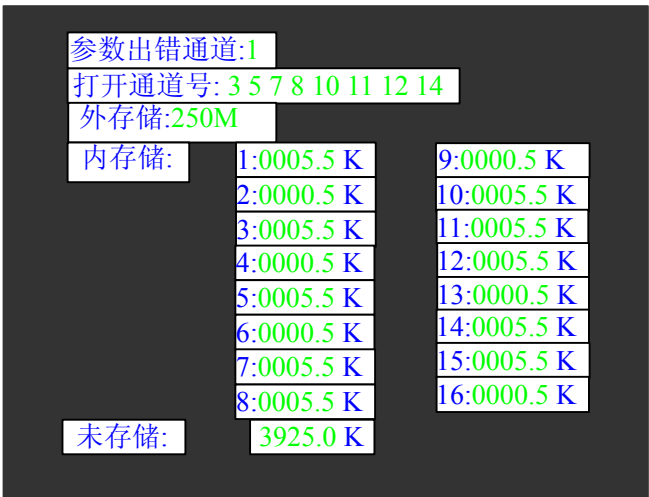

图 2.4 通道存储容量画面
- 1、初始化和检测都正常后，系统将进入通道存储容量画面，如图 2.4 所示，再经过 3 秒钟左右的时间，系统会自动进入特大数据画面。